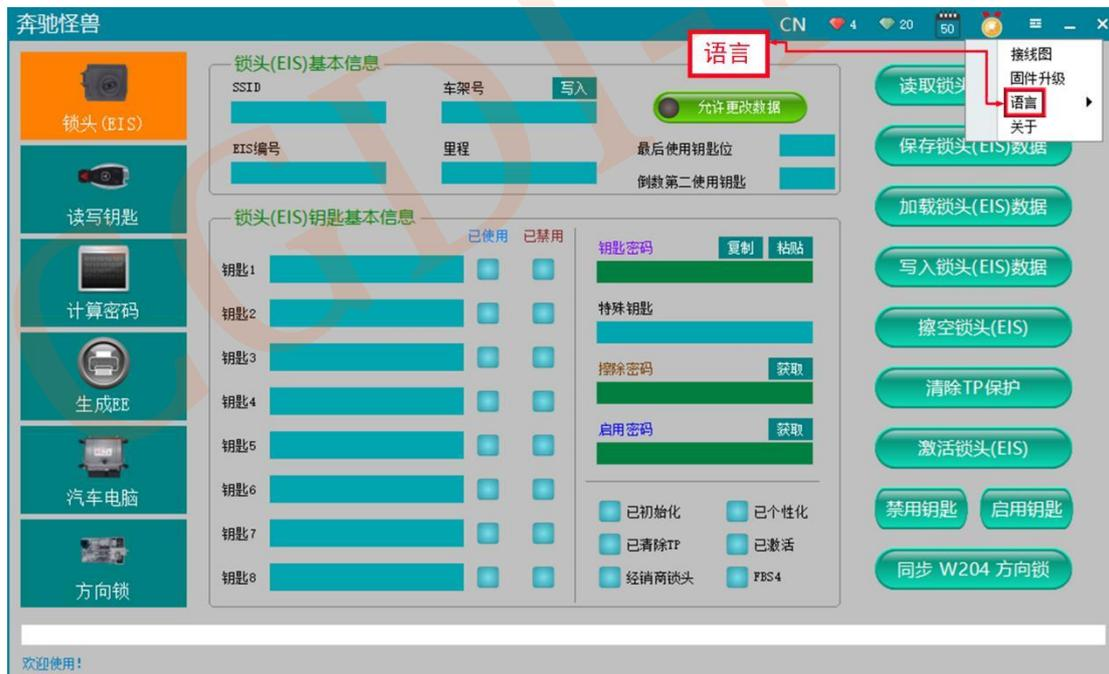

图 8
- ④ 当前支持的语言种类：
- ④ 语言按钮位置如图 8 所示：